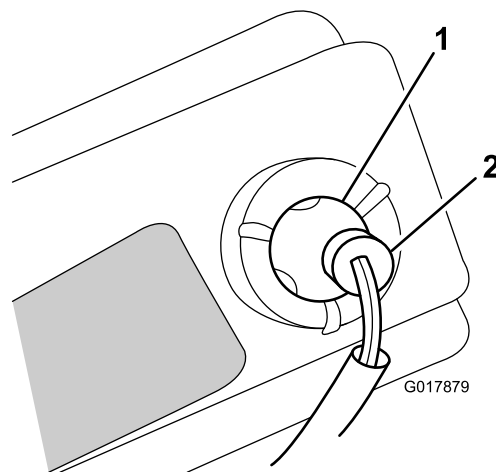

Figura 32
6. Estraete il portalamпада (Figura 32).